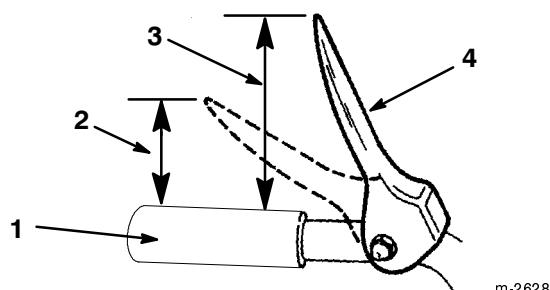

Figure 22
2. Vérifiez la distance entre l'extrémité de la manette de tarière/roue hélice et la poignée du manchon. L'écartement doit être d'environ 10 cm (Fig. 22).